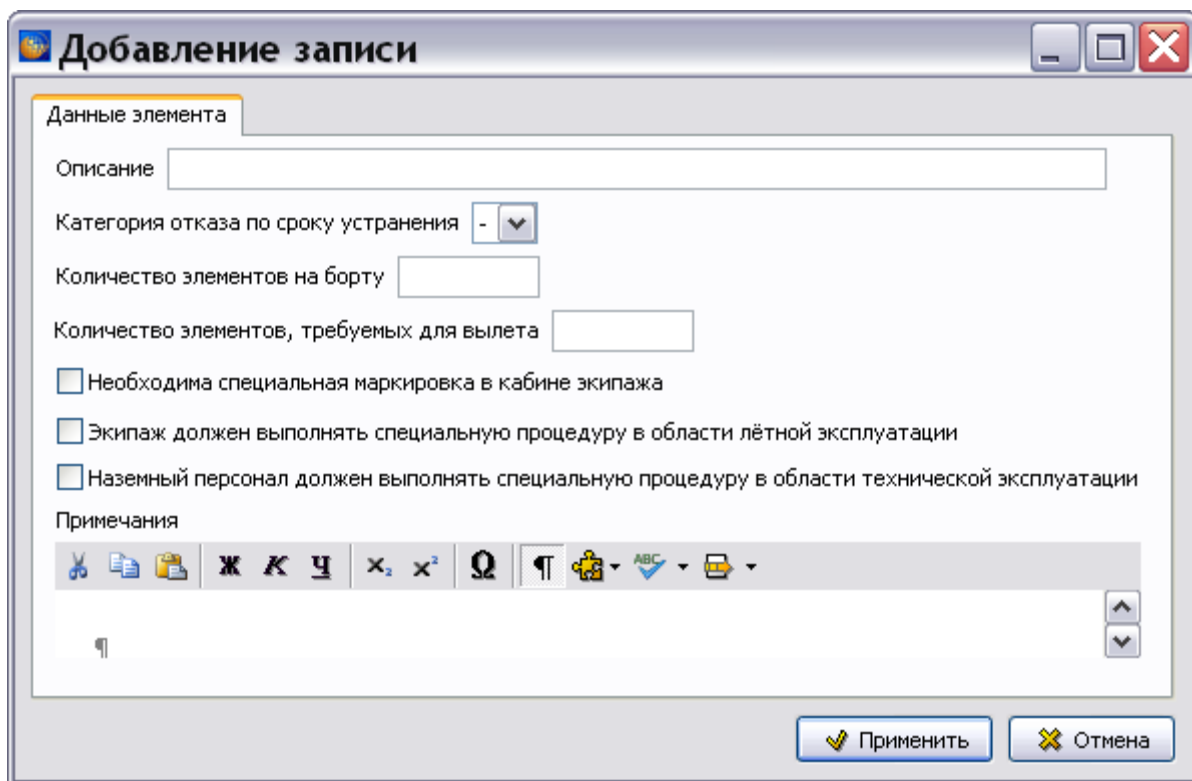

Рис. 12.13
2. На инструментальной панели нижнего окна нажмите на кнопку **Данные** . После этого откроется окно **Добавление записи** для данных элемента (Рис. 12.13).